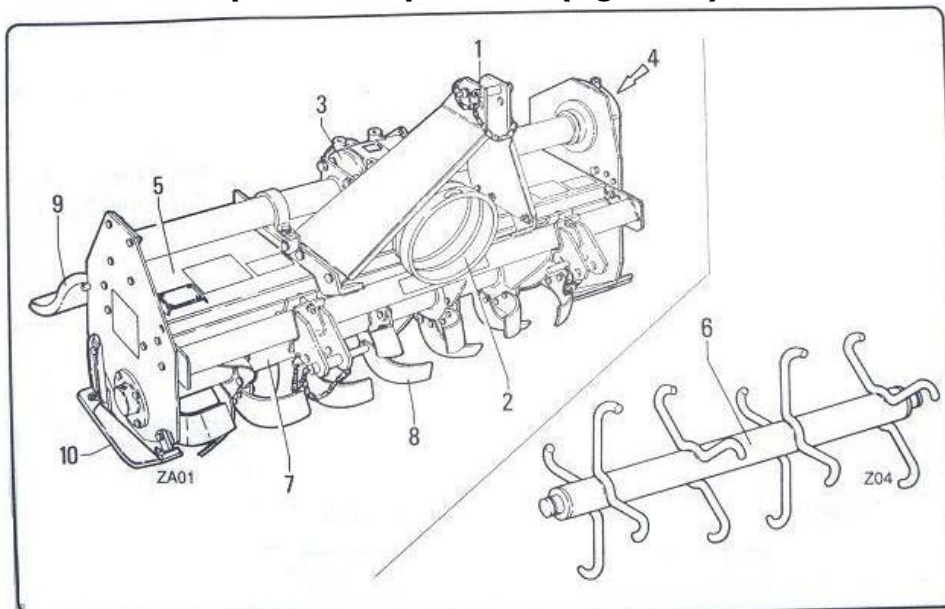

fig. 1.3.1
- Principaux composants (fig.1.3.1)